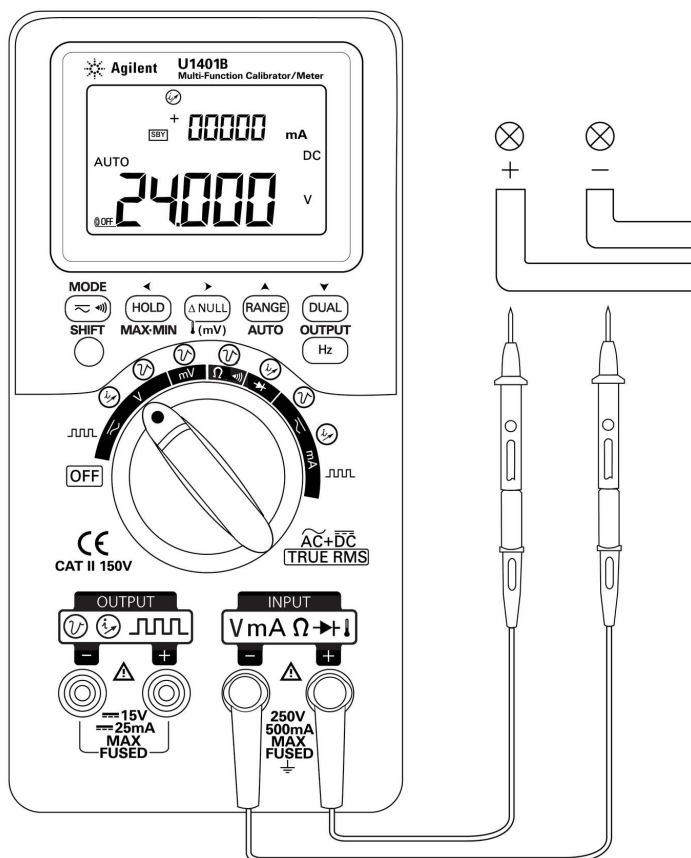

図 3-1 DC 電圧測定
- 3 赤と黒のテスト・リードをそれぞれ、正と負の入力端子に接続します (図 3-1 (47 ページ))。